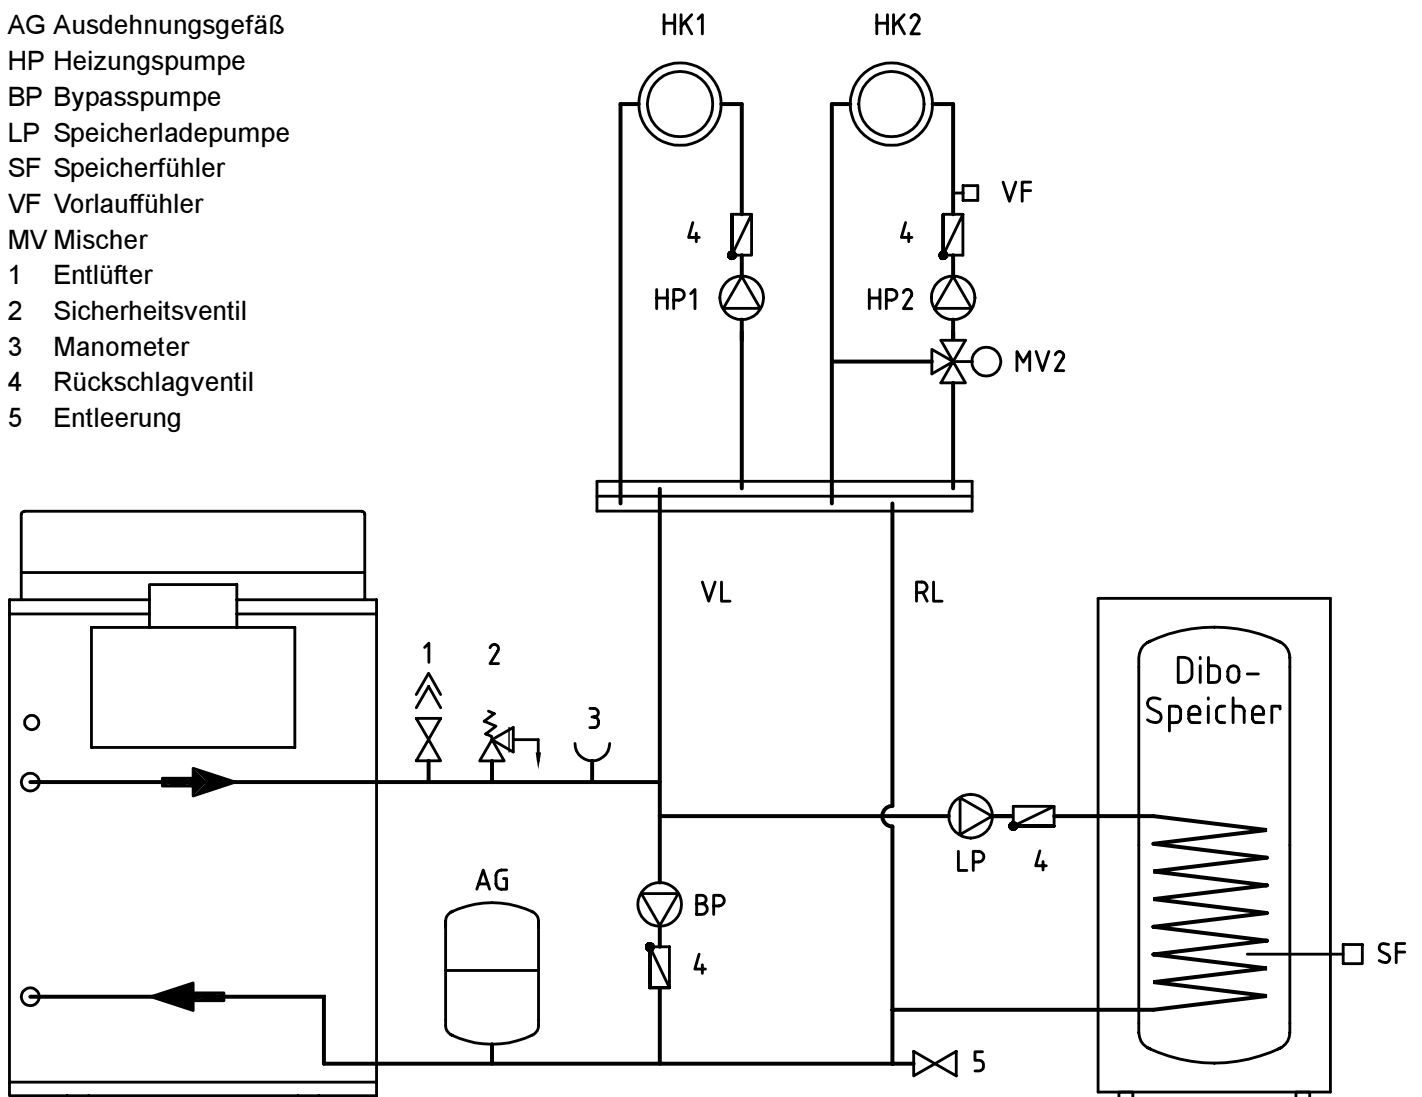

Abb. 3.2 Kessel­installation mit Rücklauf­anhebung
Wird diese Rücklauf­temperatur regelmäßig unterschritten empfehlen wir den Einbau einer Bypasspumpe (Abb. 3.2).
- Wird ein WW-Speicher installiert, montieren Sie den Speichervorlauf und den Speicherrücklauf (Abb. 3.2).